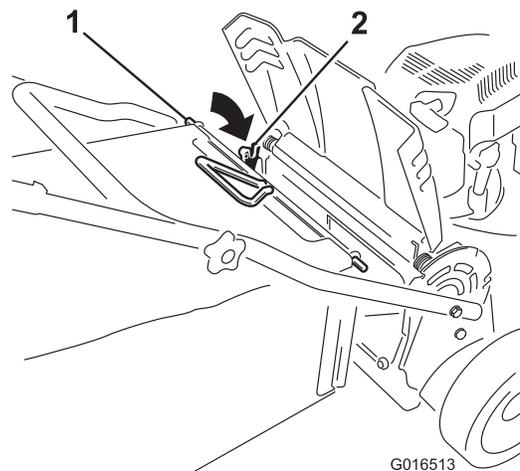

Figura 26
3. Instale la varilla de la bolsa en las muescas de la base del manillar, y mueva la bolsa hacia adelante y hacia atrás para verificar que la varilla está asentada en el fondo de cada muesca; consulte Figura 26.